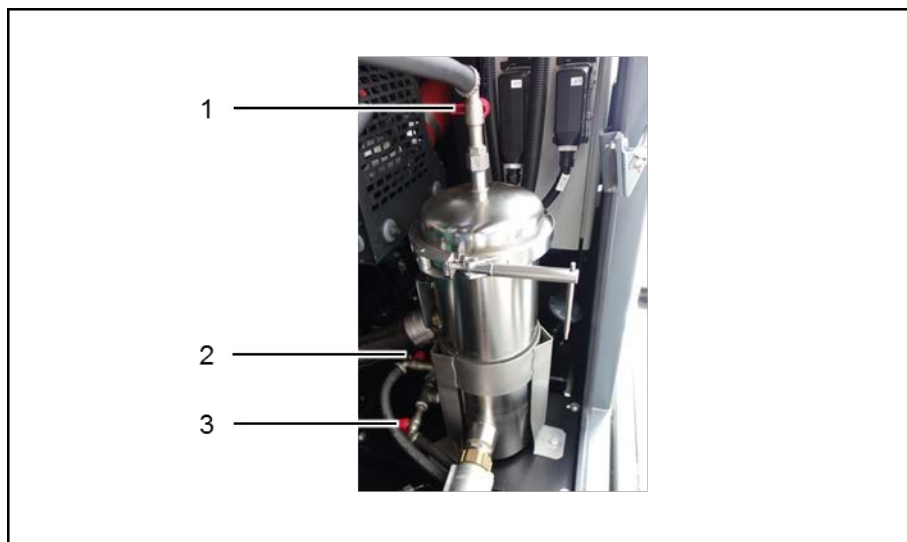

Рис. 23: слив воды из водяного фильтра
1. Откройте воздуховыпускной кран (Рис. 23: поз. 1).
2. Откройте сливной кран 1 (Рис. 23: поз. 2).
3. Откройте сливной кран 2 (Рис. 23: поз. 3).
Перед вводом в эксплуатацию сливные краны (Рис. 23: поз. 2 и 3) необходимо закрыть. Из водяного фильтра с помощью воздуховыпускного крана (Рис. 23: поз. 1) следует удалить воздух.